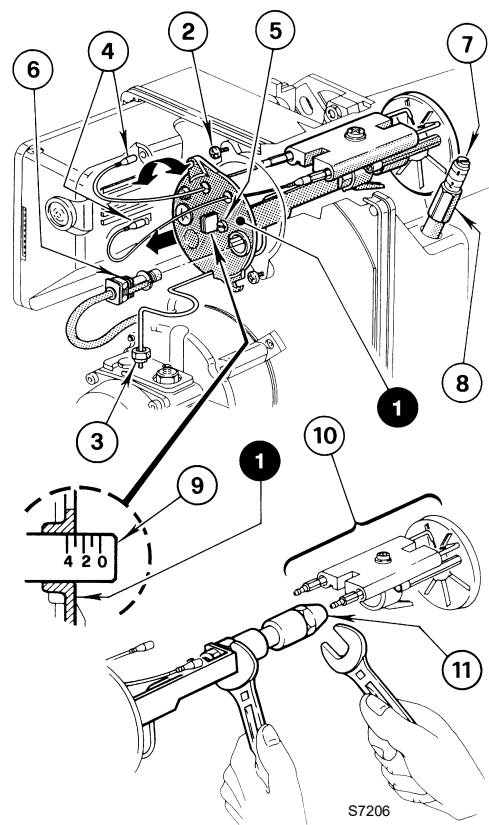
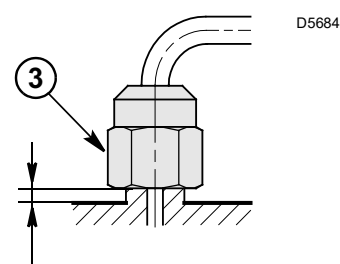

Fig. 13
Fig. 14
- Estrarre il gruppo portaugello (1) dopo aver allentato le viti (2), svitato il dado (3), sfilato i cavetti (4) dal controllo fiamma e il sensore fiamma (6).
- Sfilare i cavetti (4) dagli elettrodi, estrarre dal gruppo portaugello (1) il gruppo supporto elica (10) dopo aver allentato la vite (3).
- **Avvitare l'ugello (11) correttamente stringendolo come mostrato in Fig. 13.**
Al rimontaggio del gruppo portaugello (1, Fig. 13) **avvitare il dado (3) senza portare a battuta** con una coppia di serraggio di 15 Nm, come mostrato in Fig. 14.
Nella Fig. 13, a pag. 9 la testa è regolata per una portata di 0,75 GPH a 12 bar.
- Per effettuare la regolazione della serranda aria procedere come segue (Fig. 13, a pag. 9):
- Allentare il dado (8) e tarare la serranda agendo sulla vite (7).
- A regolazione ultimata riavvitare il dado (8).